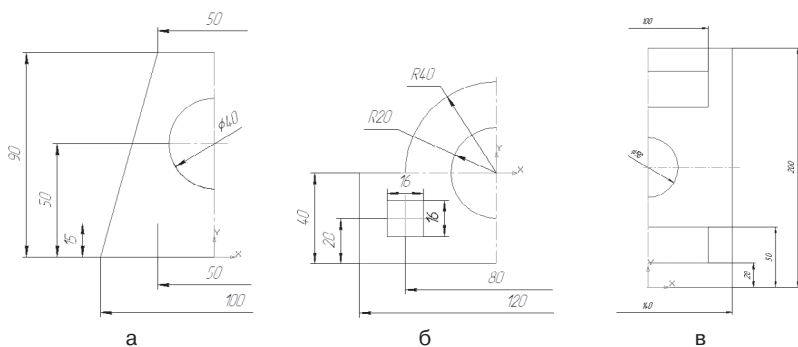

Рис. 108. Задание для самостоятельной работы
1. Постройте чертеж плоской детали по имеющейся половине изображения, разделенной осью симметрии (рис. 108).